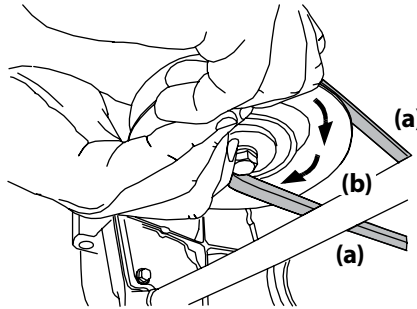

Figura 4-15
se deslice fuera de la polea (b). Consulte la Figura 4-15.
- Tire del lado derecho de la correa de la PTO hacia atrás y coloque el lado V angosto de la correa de la PTO en la polea de la PTO. Consulte la Figura 4-15.
- Mientras sostiene la correa y la polea de la PTO juntas, rote la polea de la PTO hacia la izquierda (Vea la Figura 4-15). Siga sosteniendo y rotando la polea de la PTO y la correa de la PTO hasta que la correa de la PTO se enrolle totalmente en la polea de la PTO.